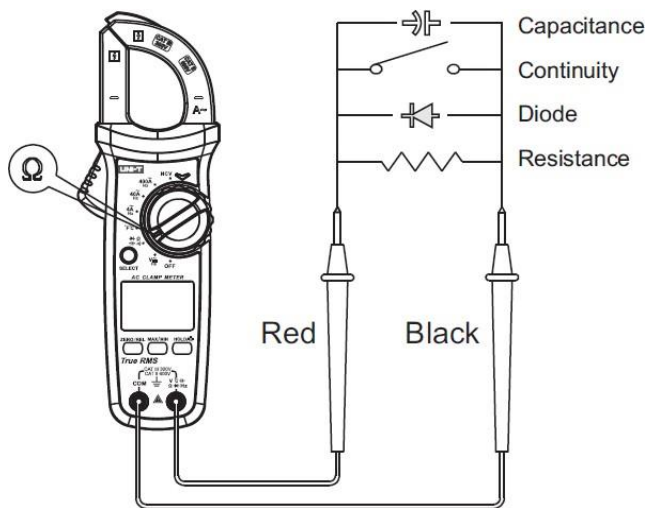

Рисунок 4
3. Измерение сопротивления (Рис.4)
4. Измерение проводимости (прозвонка) (Рис.4)
5. Проверка диодов (Рис.4)
6. Измерение емкости (только UT202+ и UT202A+) (Рис.4)